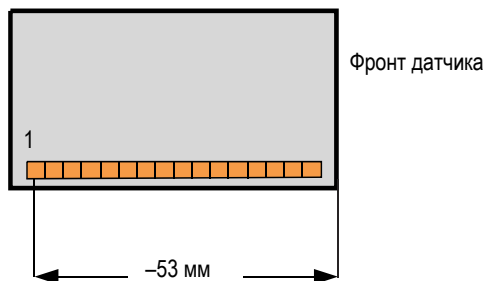

Рис. 4-4 Измерение опорной точки датчика
- а) В кнопке **Опорная точка** введите опорную точку датчика, которой является расстояние между фронтом датчика и центром первого элемента датчика (см. Рис. 4-4 на стр. 100).